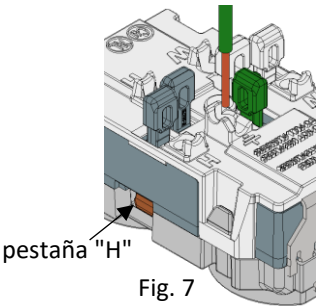

Fig. 7
- Insert conductors into the appropriate wiring chambers according to Table 1. See Fig. 7.
- Insérer les conducteurs dans les chambres de câblage appropriées, selon le Tableau 1. Consulter la Fig. 7.
- 3. Inserte los conductores en las cámaras de cableado correspondientes de acuerdo con la Tabla 1. Consulte la Fig. 7.